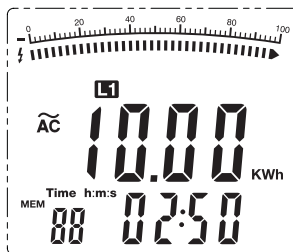

Abbildung 12
6. Der gemessene kWh-Wert wird im Hauptdisplay und die verstrichene Zeit im sekundären Display angezeigt. (Abb. 12)